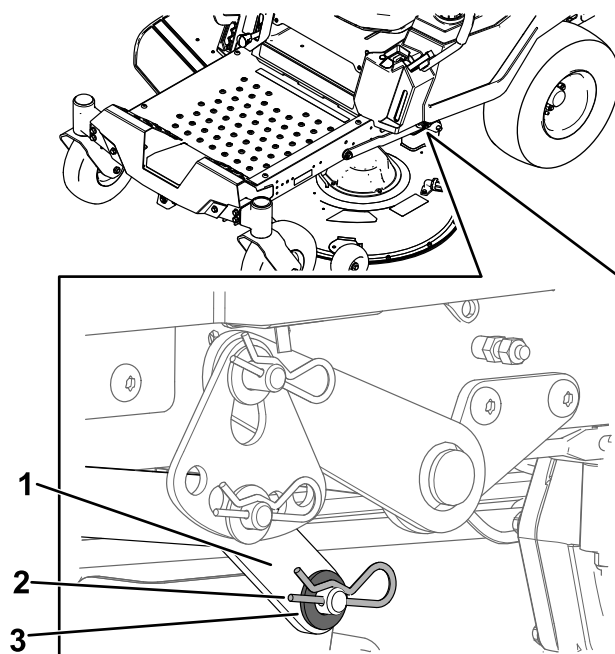

Figure 66
6. D'un côté de la machine, retirez la rondelle et la goupille fendue de l'axe du tablier (Figure 66).
7. Déposez le bras de levage de l'axe du tablier (Figure 66).
5. D'un côté de la machine, soulevez l'arrière du tablier de coupe et installez le bras de levage sur l'axe du tablier (Figure 66).
6. Installez le bras de levage avec la rondelle et la goupille fendue (Figure 66).